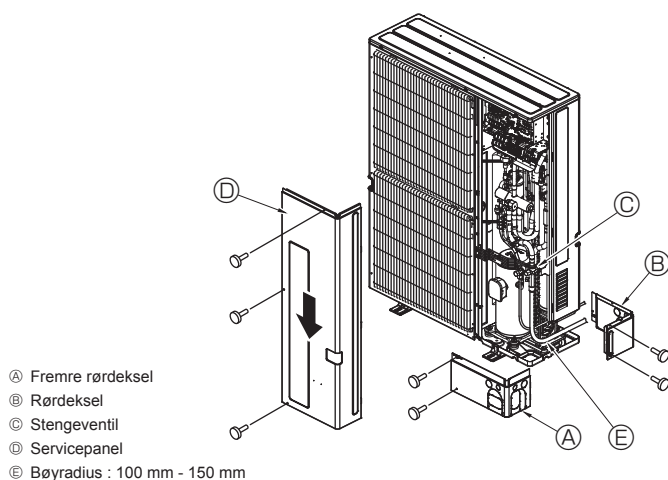

Fig. 4-10
4.3. Kjølemiddelrør (Fig. 4-10)